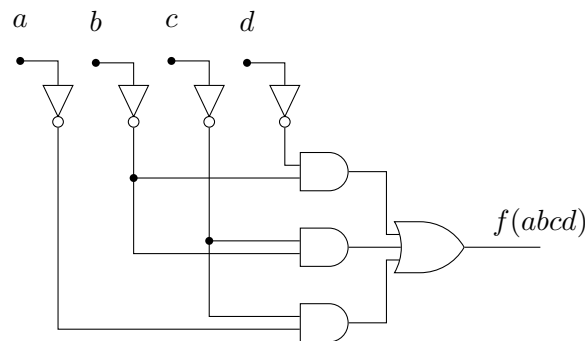

Figura 1: Diagrama Lógico para Números Fibbinarios de 4 bits.
**Nota:** En esta parte se presenta y describe en detalle el proceso de diseño de un circuito combinatorial simple mediante el análisis clásico, comenzando con una descripción funcional hasta llegar al diagrama lógico. Este proceso se describe solo con el fin de ilustrar el proceso de diseño tradicional basado en minimización de expresiones lógicas mediante algebra booleana (esto se ve en detalle en la asignatura ELO211) hasta llegar a una captura esquemática en forma explícita. El trabajo a realizar por Ud. en esta actividad se concentrará en describir, simular, y analizar el circuito resultante de la Figura 1 utilizando SystemVerilog.
La actividad consiste en generar una descripción en SystemVerilog del diagrama lógico resultante en la Figura 1. Para esto, revise la utilización de operadores lógicos en SystemVerilog (notar que son distintos a los operadores aritméticos).